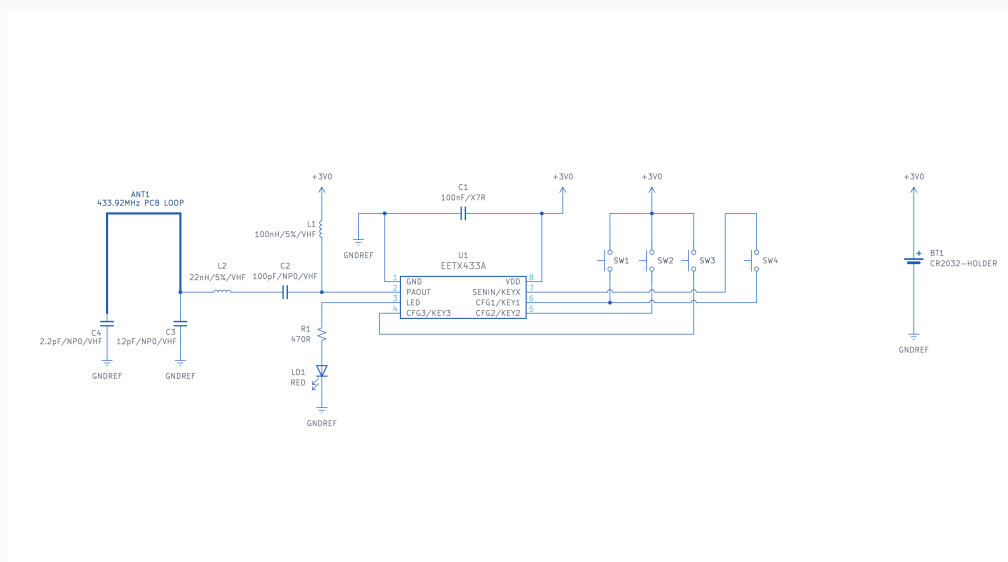
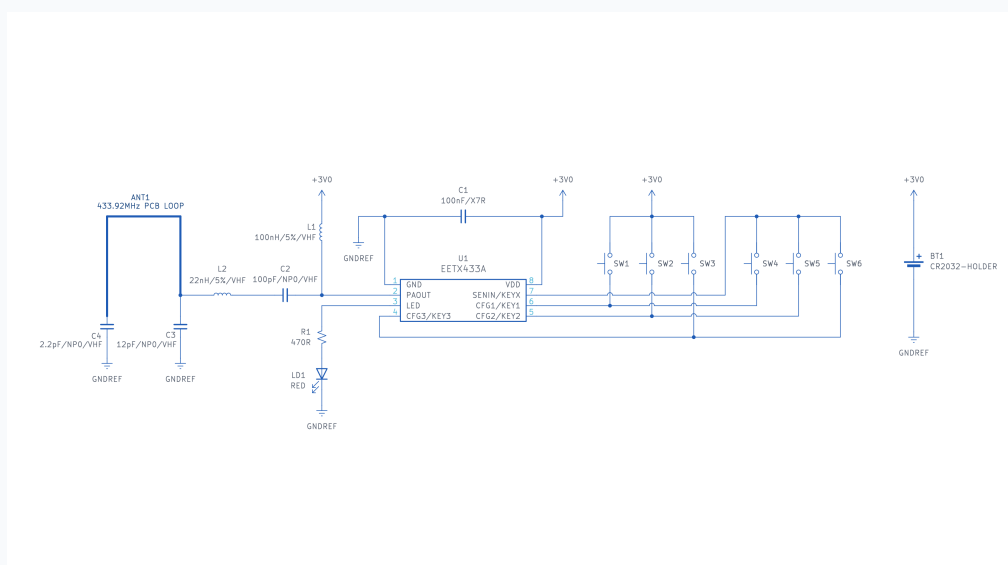

图 3: 4 键遥控器——3 个直连 + 1 个经 KEYx 矩阵
图 4: 6 键遥控器——3 个直连 + 3 个经 KEYx 矩阵
- **按键：**2-3 键时，将每个按键直接接到其 CFG 引脚。4-6 键时，按 KEYx 矩阵原理图（图 3 和图 4）接线。使用优质轻触按键以提高耐用性。